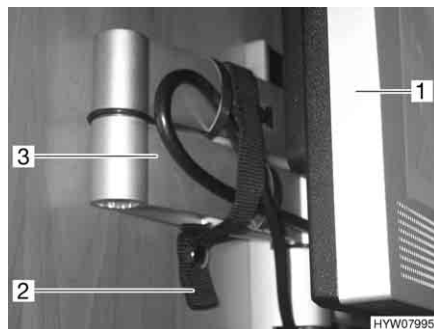

Fig. 83 Schermo piatto sul braccio snodato
- Staccare la cintura di ritegno (Fig. 83,2).
- Inclinare lo schermo piatto (Fig. 83,1) sul braccio snodato (Fig. 83,3) nella posizione desiderata.